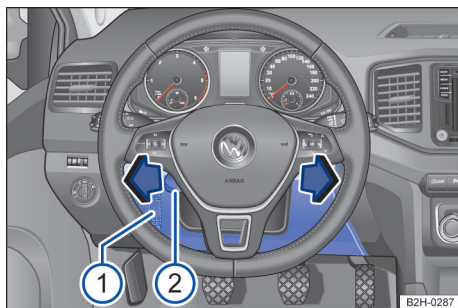

Fig. 158 No lado do condutor (veículos com direção à esquerda): caixa de fusíveis atrás do revestimento do painel de instrumentos ①.
- Virar a alavanca para baixo para ajustar o volante → Fig. 158 ②.